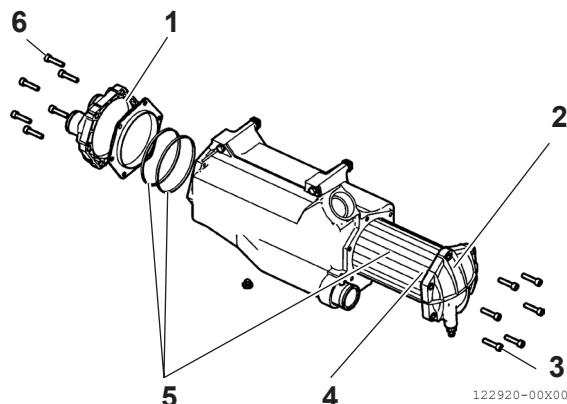

Figure 14
4. Retirez les caches (Figure 14, (1)) et (Figure 14, (2)) sur un établi ou dans un endroit approprié.
5. Extrayez le faisceau de tubes (Figure 14, (4)).
10. Remplacez tous les joints (Figure 14, (5)) pendant l'assemblage.
11. Serrez les vis (Figure 14, (3)) et (Figure 14, (6)) au couple spécifié.